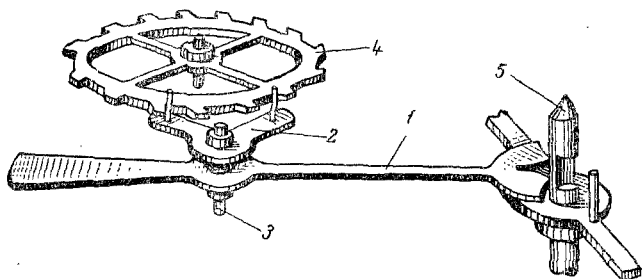

Рис. 21. Узел спуска (узел хода):
**Узел спуска (узел хода)** (рис. 21) состоит из анкерной вилки 1, скобы (якоря) 2 со штифтами, оси вилки 3 и анкерного колеса 4 с трибкой, сцепляющейся с зубьями секундного колеса. Анкерная вилка с одного конца имеет четыре рожка, обеспечивающие ее взаимодействие с импульсным штифтом на балансе и предохраняющие вилку от несвоевременных перемещений. На другом конце вилка имеет противовес. Скоба (якорь) запрессована на оси вилки. На ней имеются два штифта для взаимодействия с анкерным колесом.